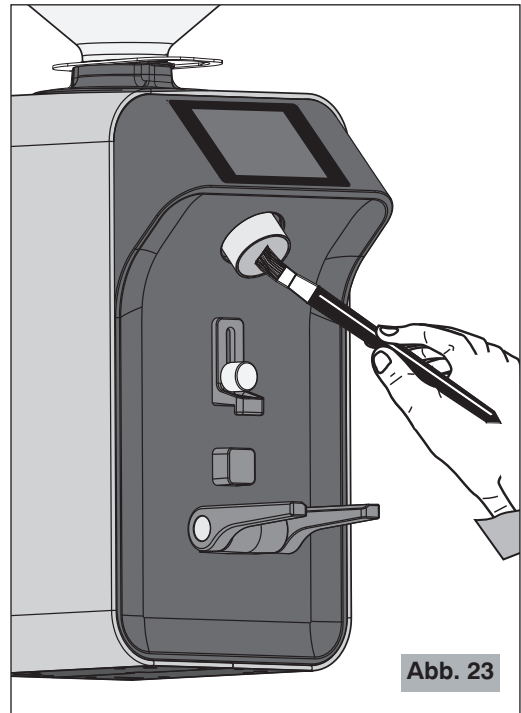

Abb. 23
- Für schwer zugängliche Bereiche eine Bürste oder Pinsel (Abb. 23) zur Reinigung benutzen und für die anderen Oberflächen ein trockenes Tuch.